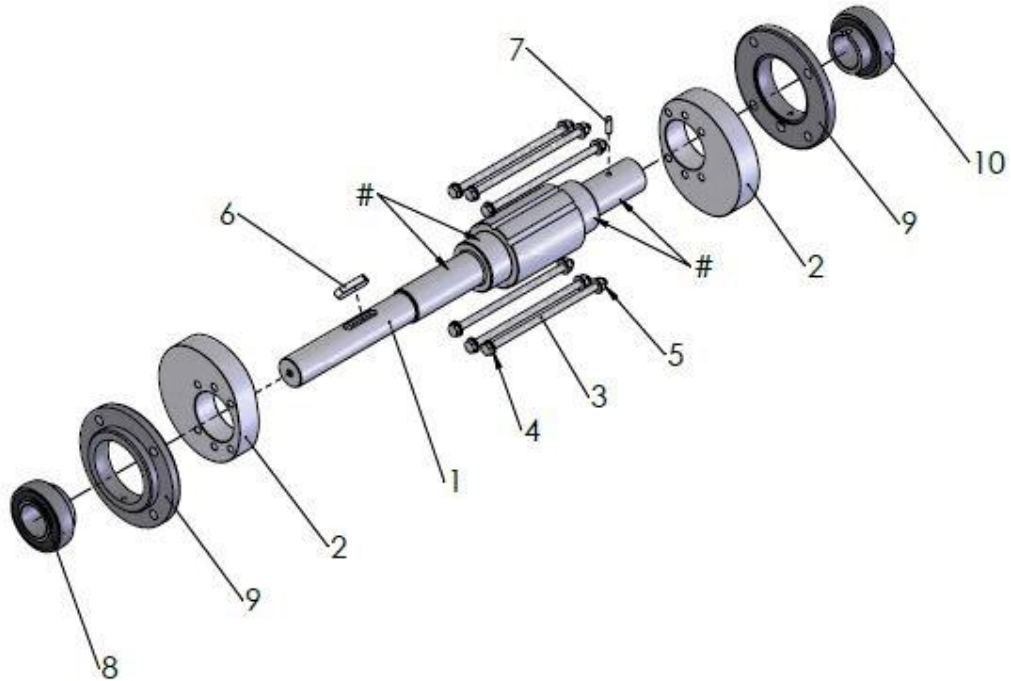

图 8-7：传动系分解图
1. 在圆柱销 (7) 上涂抹 Weicon Lock AN306-20 螺纹胶黏剂 (Timmer 产品编号: 15071263)。
2. 将圆柱销 (7) 压入传动轴 (1)。
4. 在图 8-7: 传动系分解图中带 “#” 号标记的部件表面涂抹一层薄薄的 Klüber 46MR401 装配膏 (Timmer 产品编号: 70011820)。
5. 将凸轮盘 (2) 按转动方向旋转 180 度, 并装到传动轴上。
6. 在六角螺栓 (3) 的螺纹上涂抹带 Weicon Lock AN302-43 螺纹胶黏剂 (Timmer 产品编号: 15071259)。
7. 安装固定凸轮盘, 并用 25 Nm 的力矩拧紧六角螺栓 (3)、六角螺母 (5) 和垫圈 (4)。